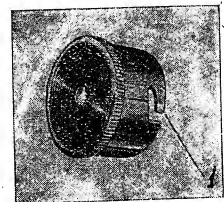

Рис. 16.
В момент ввода штифтов трубки в пазы корпуса головки (2) последние должны совпадать с пазами подвижного кольца, после чего перемещением рукоятки до упора, в сторону отвода, предназначенного для соединения с баллоном, происходит плотное крепление трубки и крышки с защитным стеклом (рис. 16), устанавливаемой на головке при помощи штыкообразного замка (1). Электролампочки ввинчиваются в головку-держатель точно так же, как и у комбинированного ректоскопа.